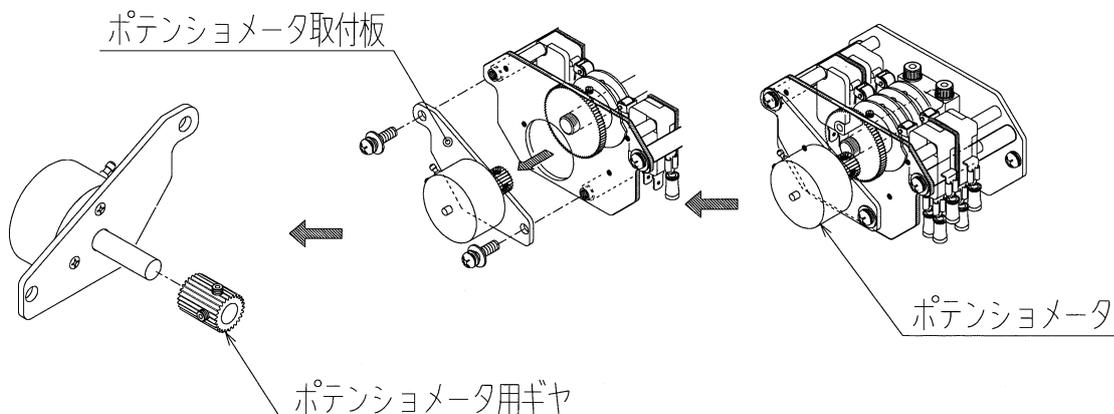

図10：ポテンシオメータの取り外し
(1) ポテンシオメータの交換要領（制御動作C形、巻線抵抗形ポテンシオメータ135Ωの場合）
- ①コントロールモータを電動動作で全閉位置とし電源を遮断します。
- ②コントロールモータのスイッチカバーを外します。
- ③端子箱カバーを外し、端子BM, RM, WMに接続されている外部配線を解線します。
- ④端子RM-WM間にテスタ（抵抗レンジ）をあてて抵抗値を測定、記録します。
- ⑤ポテンシオメータ本体の3端子に接続されているリード線色と端子番号を記録します。
- ⑥ポテンシオメータの端子付近からリード線を切断します。
- ⑦ポテンシオメータ取付板を取り外します。（図10参照）
- ⑧ポテンシオメータに付いているギヤを外し、ポテンシオメータを取付板から取り外します。